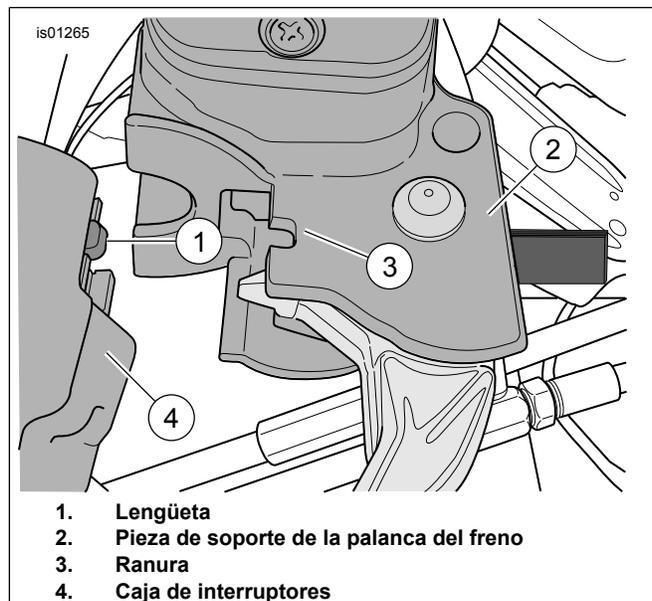

Figura 2. Pieza de soporte de la palanca del freno a la caja de interruptores
4. Vea la Figura 2. Coloque el conjunto de la palanca del freno/bomba en el lado interior de la caja de interruptores (4), enganchando la lengüeta (1) de la caja inferior de interruptores en la ranura (3) en la parte superior de la pieza de soporte de la palanca del freno (2).
5. Obtenga los tornillos **nuevos** (3) y las arandelas planas (4) del kit. Coloque una arandela en la rosca (4) de cada tornillo. Alinee los agujeros en la **nueva** abrazadera del manillar con los de la caja de la bomba y empiece a instalar los dos tornillos en los agujeros con roscas.